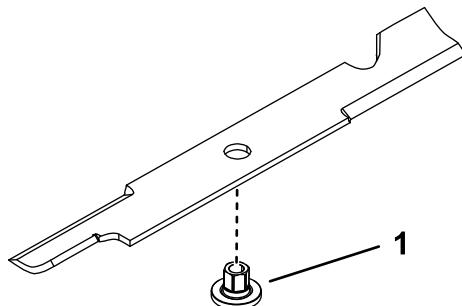

Figura 92
1. Instale el buje a través de la cuchilla con la brida del buje en el lado inferior (lado del césped) de la cuchilla (Figura 92).